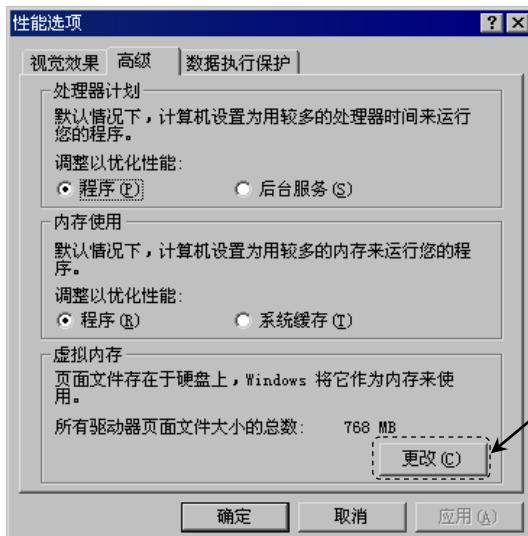

图 2.3.6 “性能选项”对话框
Step4. 在图 2.3.6 所示的“性能选项”对话框中单击 **高级** 选项卡，在**虚拟内存** 区域中单击 **更改(C)** 按钮。